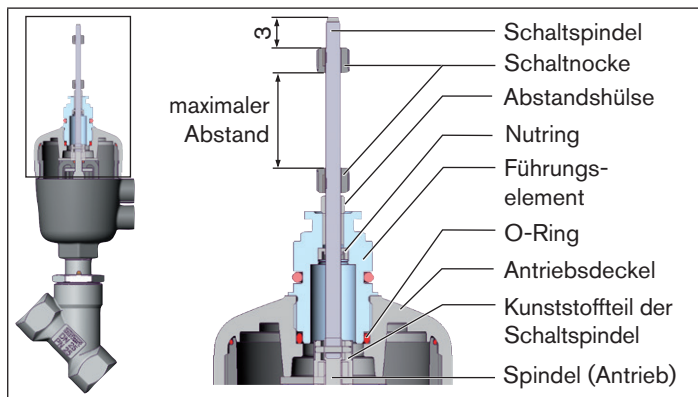

Bild 11: Montage der Schaltspindel (2), Reihe 20xx
- Den O-Ring nach unten in den Deckel des Antriebs drücken (siehe „Bild 11“).
Sicherstellen, dass der Abstand zwischen den beiden Schaltnocken maximal ist (siehe „Bild 11“).